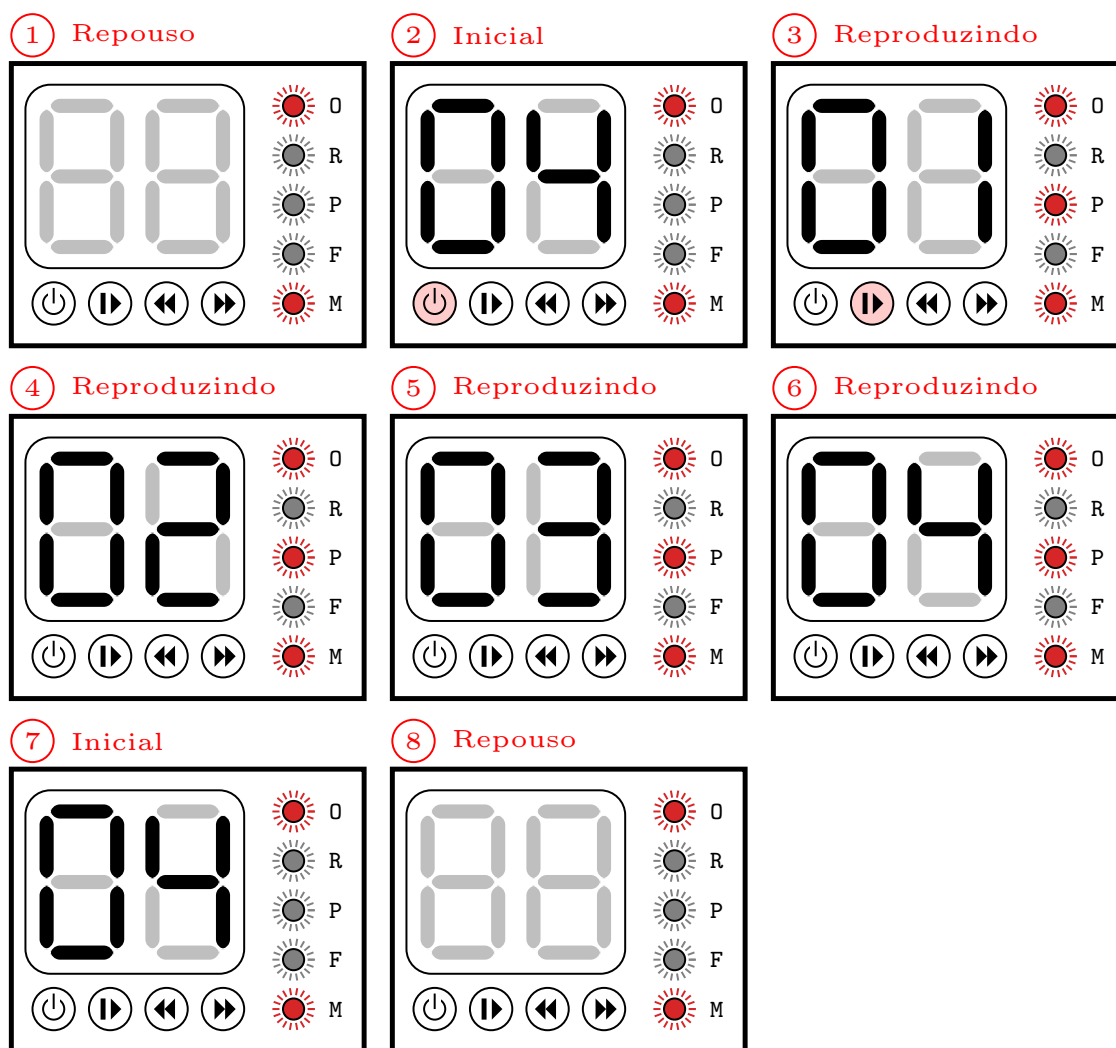

Figura 6: Infográfico do procedimento para reprodução de todas as mensagens na memória interna
O infográfico da Figura 6 apresenta o detalhamento do procedimento para a reprodução de todas as mensagens em sequência. Estando na tela de repouso (1), o usuário deverá pressionar o botão ON (2), para que os displays apresentem o valor total de mensagens na memória interna. Para reproduzir todas as mensagens, salvas na memória, em sequência da primeira até a última, o usuário deverá pressionar o botão PLAY (2). Todas as mensagens serão reproduzidas (3-6) e, durante esse processo, o led P permanecerá acionado. Após a última mensagem ser reproduzida, o sistema retorna para a tela inicial e após um minuto de inatividade, o sistema retornará para a tela de repouso (8).